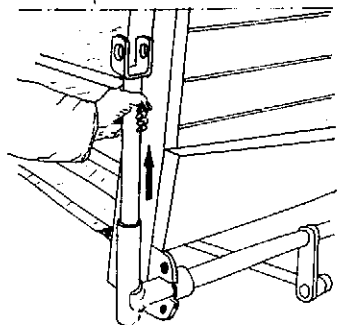

Abb. 17
39. Die senkrechte Welle (Abb. 17) soll nach dem Abbau des Streuerwerkes herausgenommen werden, damit keine überstehenden Teile am Wagen verbleiben.
40. **Achtung:** Die senkrechte Welle (Abb. 17) muß beim Einstecken durch Drehen um 180° gesichert werden. Ist diese Welle nicht richtig gesichert, kann ein gefährlicher Bruch am Streuerwerk auftreten.
- 39) Once the spreader has been taken down, the vertical shaft (Fig. 17) should be withdrawn so that there are no projecting parts left on the vehicle.
- 40) **Note:** The vertical shaft (Fig. 17) must be secured on replacement by rotating it through 180 degrees. If this shaft is not properly secured, severe damage can be caused to the spreader unit.
39. Après dépose de l'épanneur, sortir l'arbre vertical (fig. 17) afin qu'aucun organe ne dépasse du véhicule.
40. **Attention!** Lors de la mise en place de l'arbre vertical (fig. 17), celui-ci doit être arrêté par une rotation de 180°.
39. De verticale as (fig. 17) dient na afkoppeling van de strooier weggenomen te worden zodat geen uitstekende stukken aan de wagen blijven.
40. Let wel: de verticale as (fig. 17) moet bij het insteken vastgezet worden door ze 180° te draaien. Als deze as niet goed vastzit kan er een gevaarlijke breuk aan de strooier ontstaan.